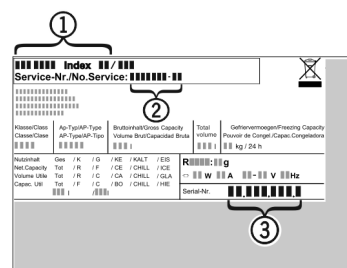

Fig. 15
- ▶ Z nazivne ploščice odčitajte oznako aparata Fig. 15 (1), servisno št. Fig. 15 (2) in serijsko št. Fig. 15 (3). Nazivna ploščica se nahaja na levi strani notranjosti aparata.
- Obvestite servisno službo in jim povejte, za kakšno napako gre, povejte pa tudi oznako aparata *Fig. 15 (1)*, servisno št. *Fig. 15 (2)* in serijsko št. *Fig. 15 (3)*.